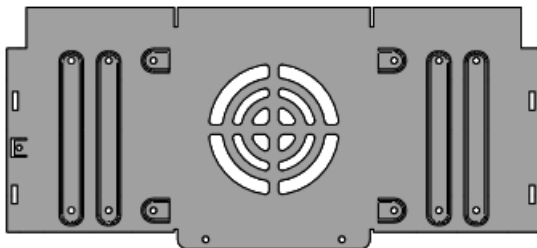

图 10-236 展开的钣金件
37) 展开硬盘支架。右击 FeatureMannger 设计树中的“平板型式 1”，在弹出的快捷菜单中选择“解除压缩”命令将钣金零件展开，如图 10-236 所示。